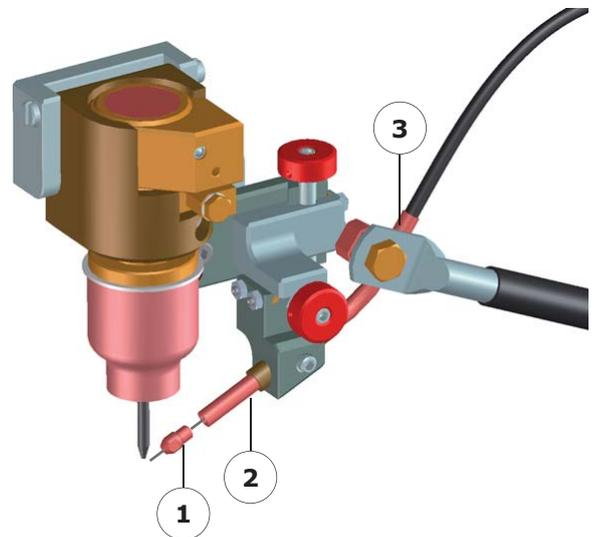

Abb.5.11. – Anbringen der Drahtauslaufdüse
- Den Draht (Abb. 5.11 - Index 2) in die Bohrung der Drahtauslaufdüse (Abb. 5.11 - Index 1) einführen.
- Die Drahtauslaufdüse (Abb. 5.11 - Index 1) auf das Drahtführungsrohr (Abb. 5.11 - Index 3) aufschrauben.